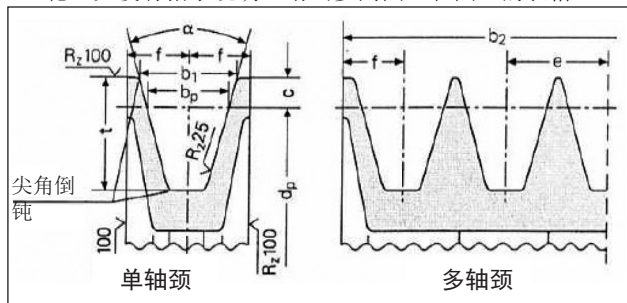

图 8
- 使用皮带制造商说明/建议轴颈尺寸的V型皮带用皮带轮。如没有指示说明，请出参阅图 8和图 9的表格。